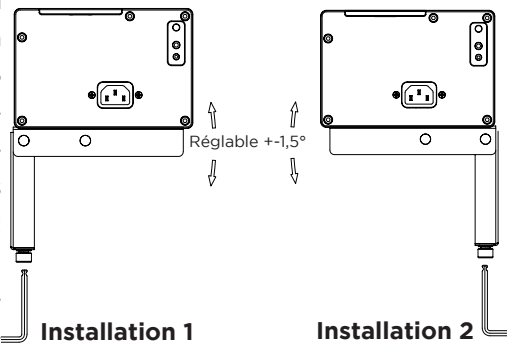

Fig. 2
**Attention :** Veuillez respecter les **2 modes d'installation possibles (fig. 2) !**
Pour le **mode d'installation 1 et 2**, placez maintenant à l'aide de 2 personnes l'écran avec précaution sur les surfaces d'appui des équerres de montage de manière à ce que l'alimentation électrique soit dirigée vers le côté gauche. Abaissez lentement l'écran en vérifiant la stabilité des équerres de montage sur votre mur. Orientez au préalable les vis de blocage parallèlement au mur/meuble pour que celles-ci s'intègrent dans les rainures du fond de l'écran. Serrez les écrous en nylon sur la tige des vis de blocage sous l'équerre de montage à la main. Pivotez la vis de blocage d'environ 90 degrés et fixez-la dans le boîtier de l'écran, pour sécuriser ce dernier sur l'équerre contre toute chute. (Fig. 2)
Maintenant que l'écran est installé à son emplacement définitif sur les équerres, branchez l'alimentation électrique sur l'écran et déployez complètement la toile. Vérifiez l'angle entre la toile et votre mur et utilisez la clé Allen pour ajuster les vis de réglage sur les deux angles en L jusqu'à ce que la toile soit parfaitement droite et parallèle à la surface de projection. Vous pouvez adapter les équerres jusqu'à +/- 1,5° (fig. 2).